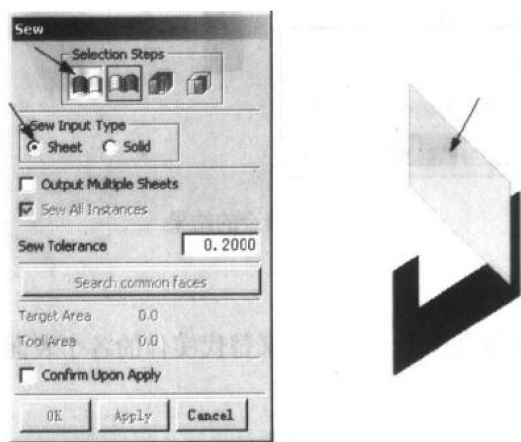

图 1-4 两个片体的缝合
(1) 在本实例中用户需要将两个片体缝合在一起。首先选择命令 Insert⇒Feature Operation⇒Sew 或选择图标  Sew, 将弹出一个缝合对话框。在该对话框的缝合类型选项中, 选择缝合的类型为 Sheet (片体), 此时选择步骤中的图标  Target Sheet 将会被自动激活, 按照该选择步骤, 选取将要被缝合到别的片体上的目标片体, 如图 1-4 所示。